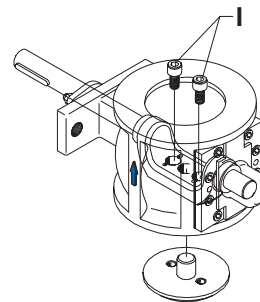

Fig 9
5. Lossa skruvarna (I) växelvis med hjälp av en insexnyckel (Fig. 9). Kontrollera att kulsegmentets sfäriska yta är oskadad. Ev. skador kan snabbt förstöra ett nytt säte. För ev. byte av kulsegment se avsnitt "Byte av kulsegment".